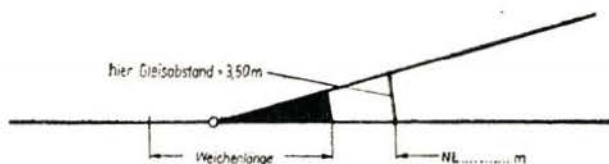

Bild 3 Zur Feststellung der nutzbaren Gleislänge (NL) muß der Standort der Grenzzeichen in jedem Lageplan in dieser Form angegeben werden
Im Bild 3 zeigt der Strich hinter der Weiche die Stelle an, wo rechnerisch der Gleisabstand von 3,50 m liegt. Dadurch ist es ohne Schwierigkeiten möglich, die nutzbare Länge (NL) eines Gleises auf maßstäblich gezeichneten Bahnstreckenplänen nachzumessen.